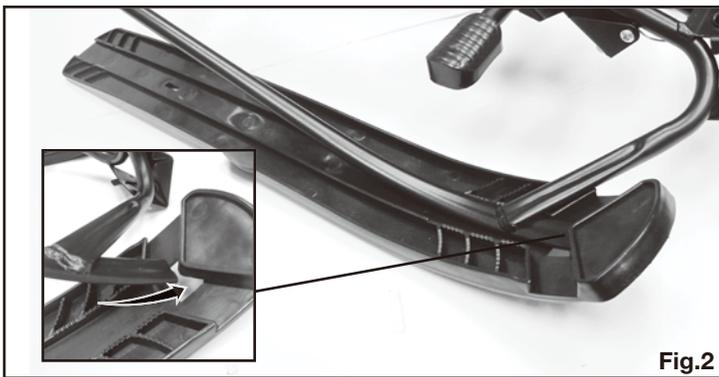

Fig.2
1. Assemblez le ski latéral en insérant la languette en saillie en acier située à l'avant de la structure principale dans le trou carré situé au haut du ski. (voir fig. 2)